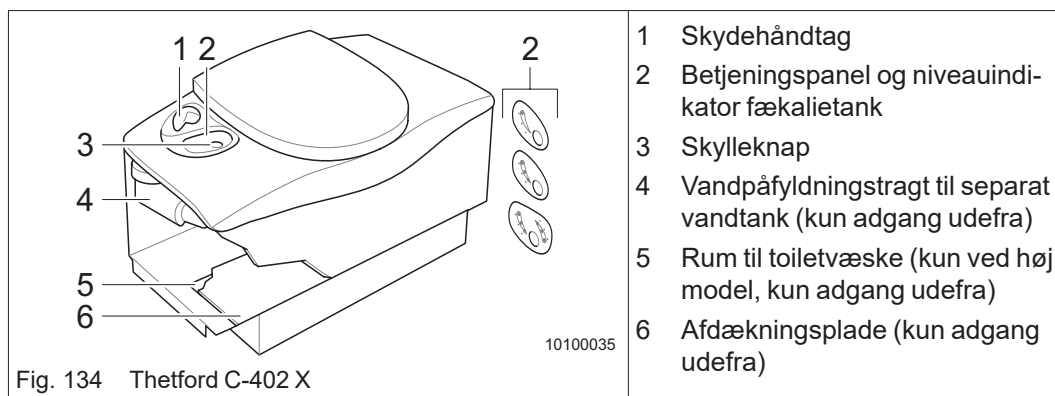

Fig. 134 Thetford C-402 X
- Åbn skyderen ved hjælp af skydehåndtaget (Fig. 134/1) eller lad lidt vand løbe ned i kummen. Dette gøres ved at trykke kort på skylleknappen (Fig. 134/3).
Fækali tanken skal tømmes, når niveauindikatoren (Fig. 134/2) lyser. Lad ikke fækali tanken blive for fuld.
- Luk skyderen med skydehåndtaget (Fig. 134/1).